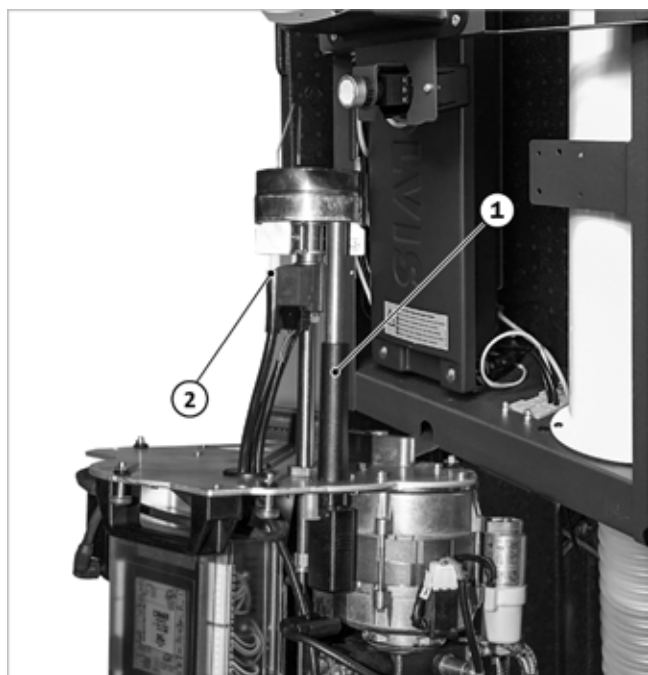

Fig. 140: Enganche del quemador a la consola
1. Retire la funda de la mirilla, véase → fig. 140 (1).